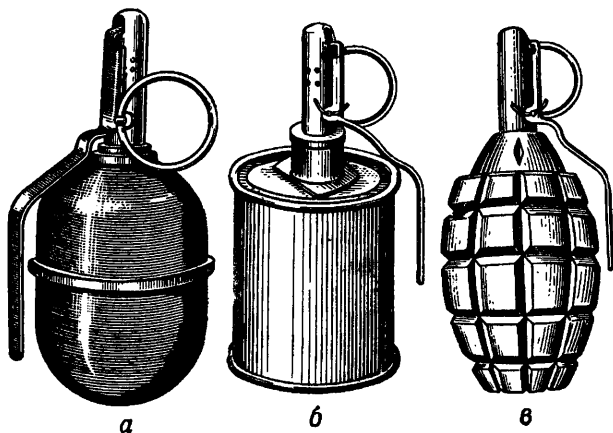

Рис. 1. Общий вид ручных осколочных гранат:
1. Ручные осколочные гранаты (рис. 1) предназначены для поражения осколками